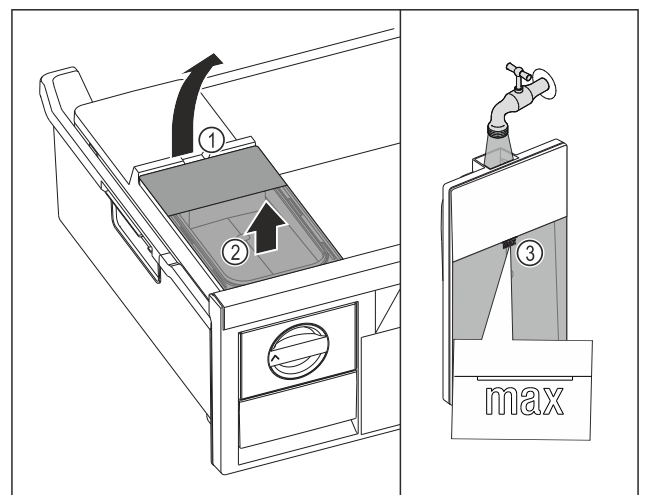

Fig. 35
- ▶ Wassertank an der Aussparung Fig. 35 (1) anheben.
- ▶ Wassertank nach oben entnehmen. Fig. 35 (2)
- ▶ Wassertank bis zur Markierung Fig. 35 (3) mit Trinkwasser befüllen.